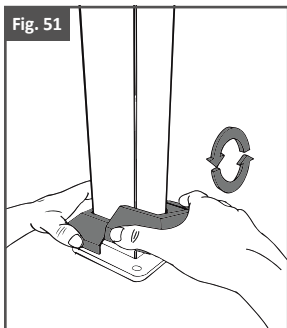

Fig. 52
4. Assurez-vous que le verrou à goupille de la deuxième moitié du cache-base s'insère dans la fente appropriée de la première moitié du cache-base, comme illustré à la fig. 52.